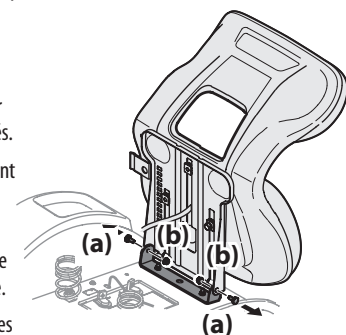

Figure 5
2. Retirez les deux boulons à épaulement (a) et les deux écrous autobloquants (b) du plateau du siège. Voir Figure 5.